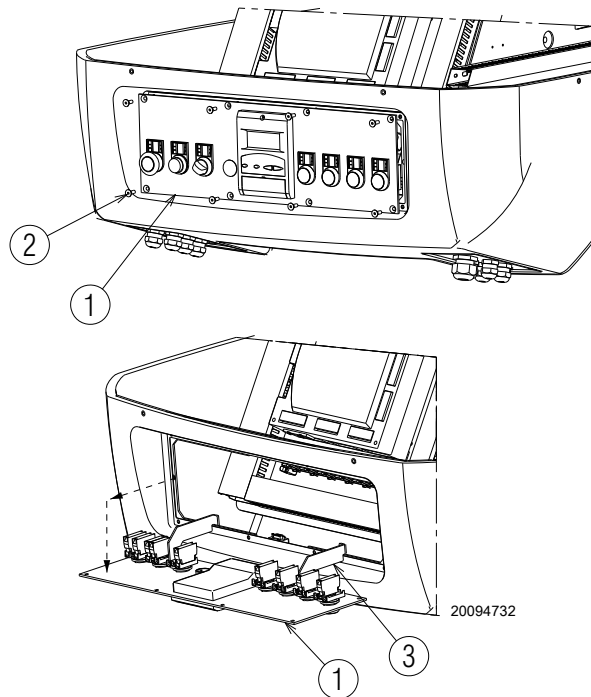

图 32
- 抽出控制面板 1)，向下 90° 翻转，用支架 3) 将其钩挂在电气面板的侧面，如图 32 所示；